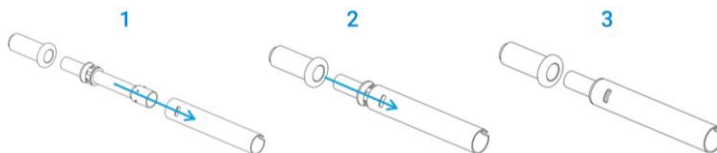

Figura 12 Vista dettagliata che mostra il rimontaggio del set di tubi esterni in ceramica
1. Inserire con cautela il tubo intermedio nel tubo esterno in ceramica fino a raggiungere l'adattatore in polimero. Vedere Figura 12.